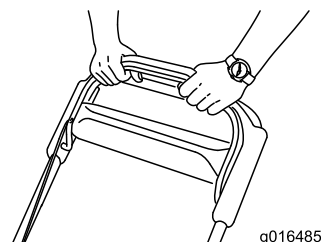

Figure 24
3. Maintenez la barre de commande des lames contre le guidon (Figure 24).